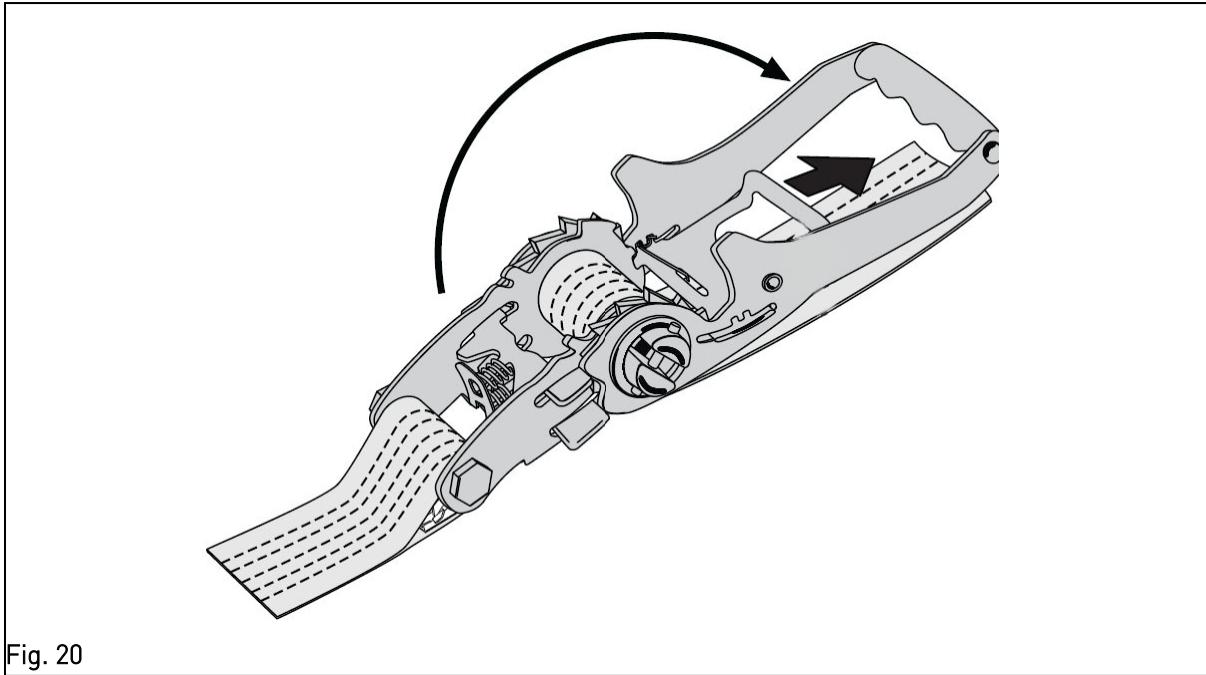

Fig. 20
4. Rör spärrhandtaget i sitt maxläge, se Fig 20